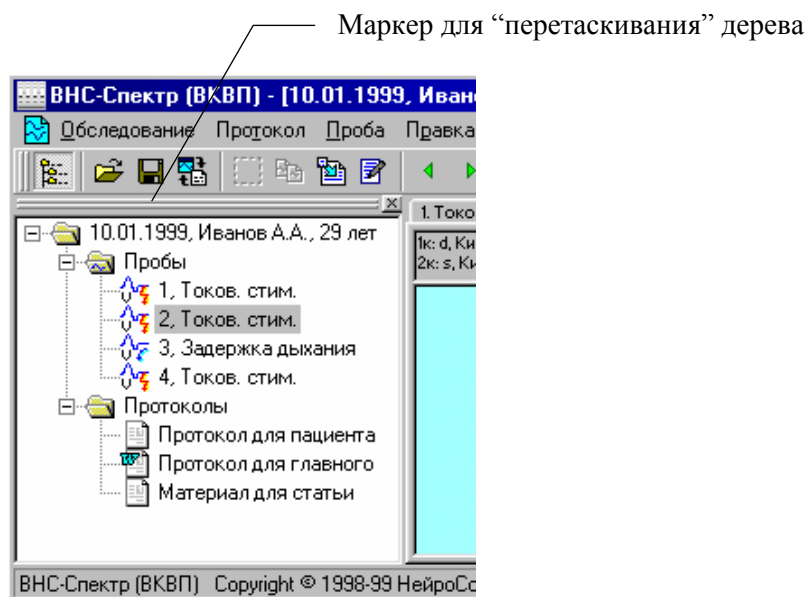
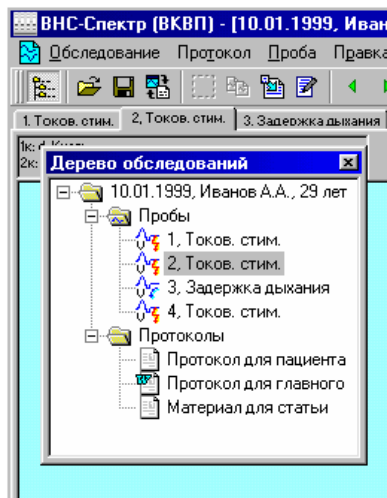

Рис. 3.59
Рис. 3.60
35. Для быстрого переключения между разными пробами и протоколами обследования можно воспользоваться *деревом обследований*. По умолчанию оно располагается слева в главном окне (Рис. 3.59).
Дерево обследований можно показать (скрыть) с помощью команды меню **Вид|Дерево обследований**. Дерево можно сделать “плавающим”, для чего необходимо поместить указатель мыши на маркер для “перетаскивания” (Рис. 3.59), нажать левую клавишу мыши и перемещать мыш, после чего отпустить левую клавишу (Рис. 3.60).